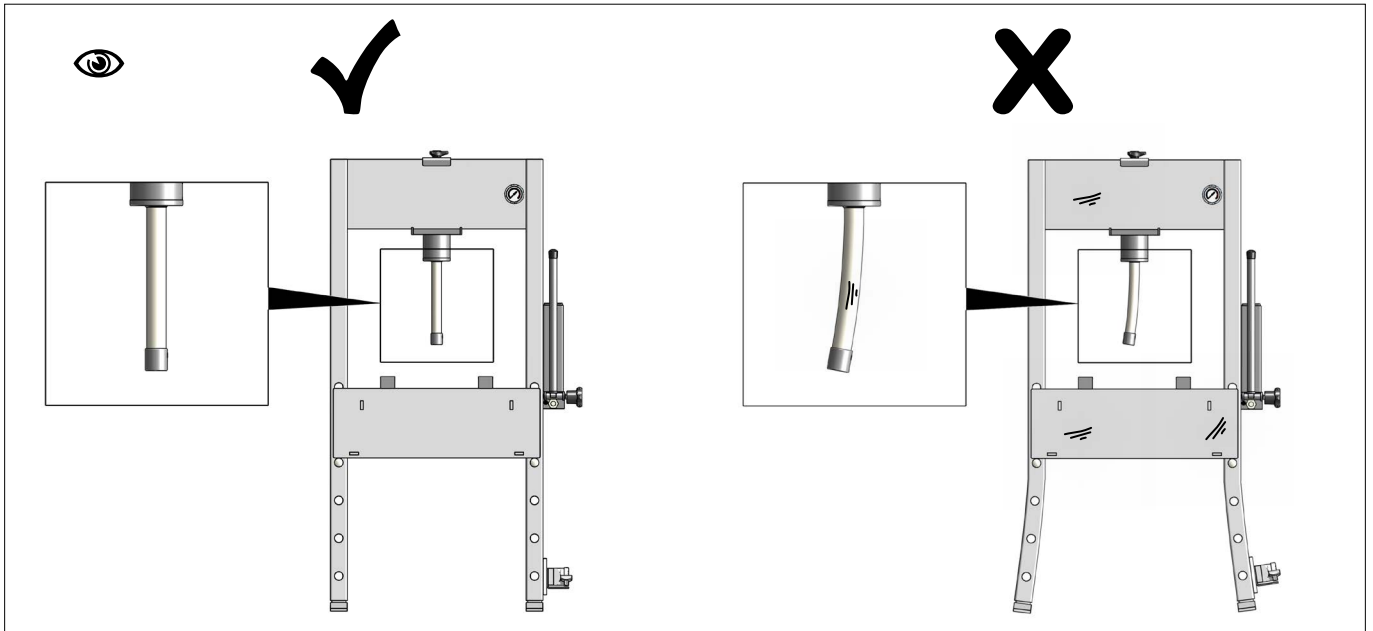

Fig.26
- Ⓚ (DK) **Sikkerhedsmæssige eftersyn**
- Ⓚ (NO) I henhold til nationale bestemmelser – dog mindst en gang om året – skal følgende kontrolleres af en sagkyndig:
- Skader og unormalt slid (Fig.26)
- Ⓚ (GB) **Safety Inspection**
- Damage, wear and tear (Fig.26)
- Ⓚ (DE) **Sicherheitsinspektion**
- Schäden und ungewöhnliche Abnutzung (Fig.26)
- Dommages et usure (Fig.26)
- Slitage (Fig.26)
- Vauriot ja yleinen kuluminen (Fig.26)
- Schade en slijtage (Fig.26)
- Daños y desgaste (Fig.26)
- Повреждений и износа (Fig.26)